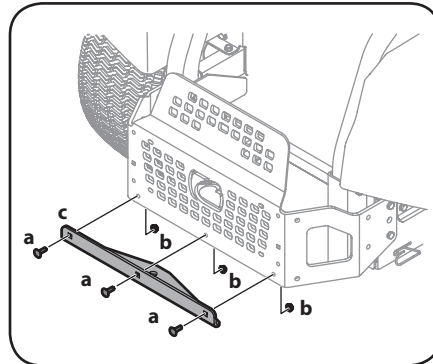

Figure 2-10
1. Retirez les boulons (a) et les écrous autobloquants (b) qui fixent l'attache de remorquage (c) au support du pare-chocs. Voir Figure 2-10.